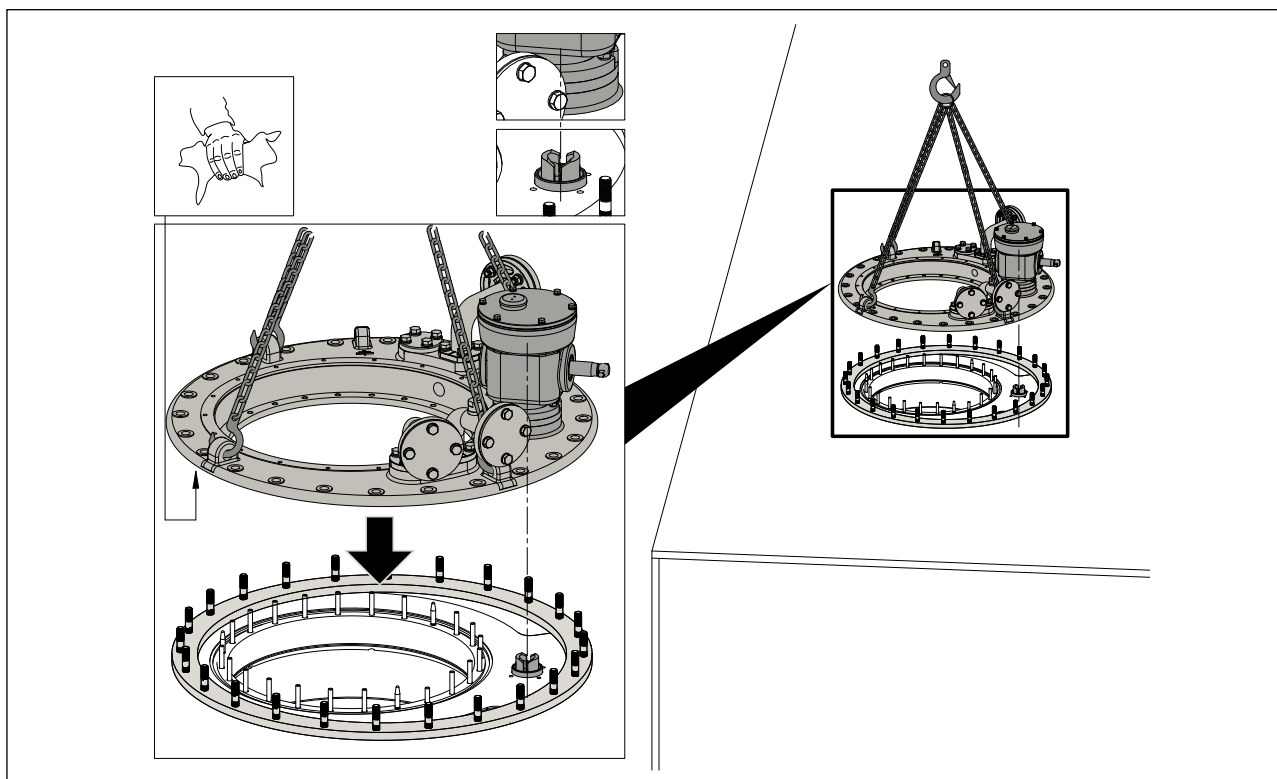

图 5-22 对齐安装法兰
5. 吊起 OLTC 安装法兰，将其孔与变压器安装法兰上的螺栓对齐。然后放下 OLTC 安装法兰，使用 19mm 开口 / 套筒扳手，安装 M12 螺母，扭矩：35Nm，确保其牢固地固定在变压器安装法兰上（见图 5-22）。